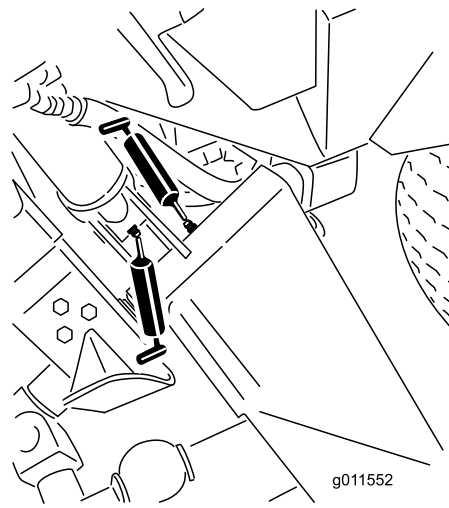
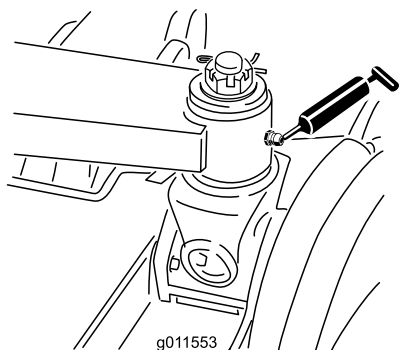

Bild 48
Bild 49
- Sechs Haupt-Hubarmbüchsen (Bild 48 und Bild 49)